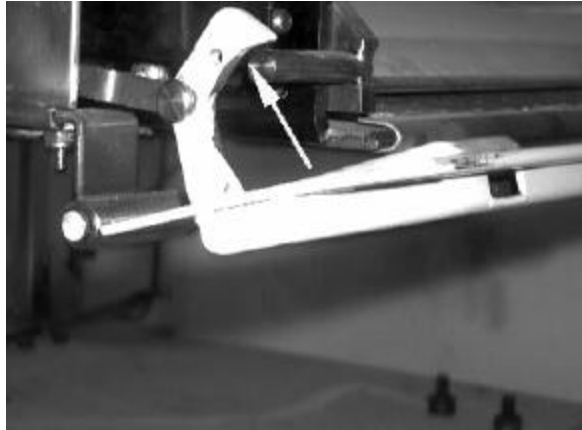

FIGURE 5-2: AXES DE LA RAMPE
- a. Voir la **Figure 5-2**. Étendre la rampe d'environ 75 mm pour dégager les axes de la rampe des crochets de la porte.